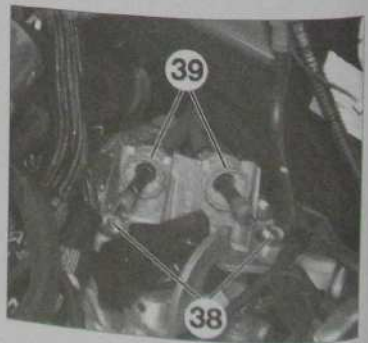

Fig. 87
- Désaccoupler les câbles de commande des vitesses (38) (Fig. 87).
- Déverrouiller les gaines de commande de vitesses en tournant les bagues (39).